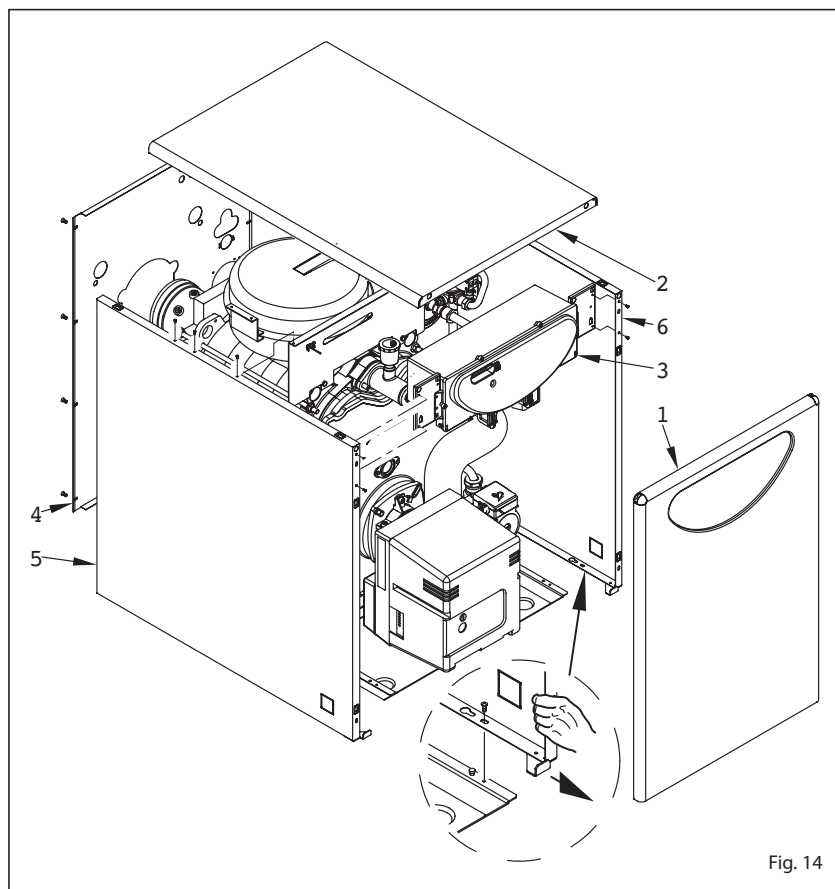

Fig. 14
4.1 DEMONTERING KAPPE (fig. 14)
Med henblik på at lette kedlens vedligeholdelse kan kappen demonteres fuldstændigt ved at følge den numeriske fremstilling i fig. 14.